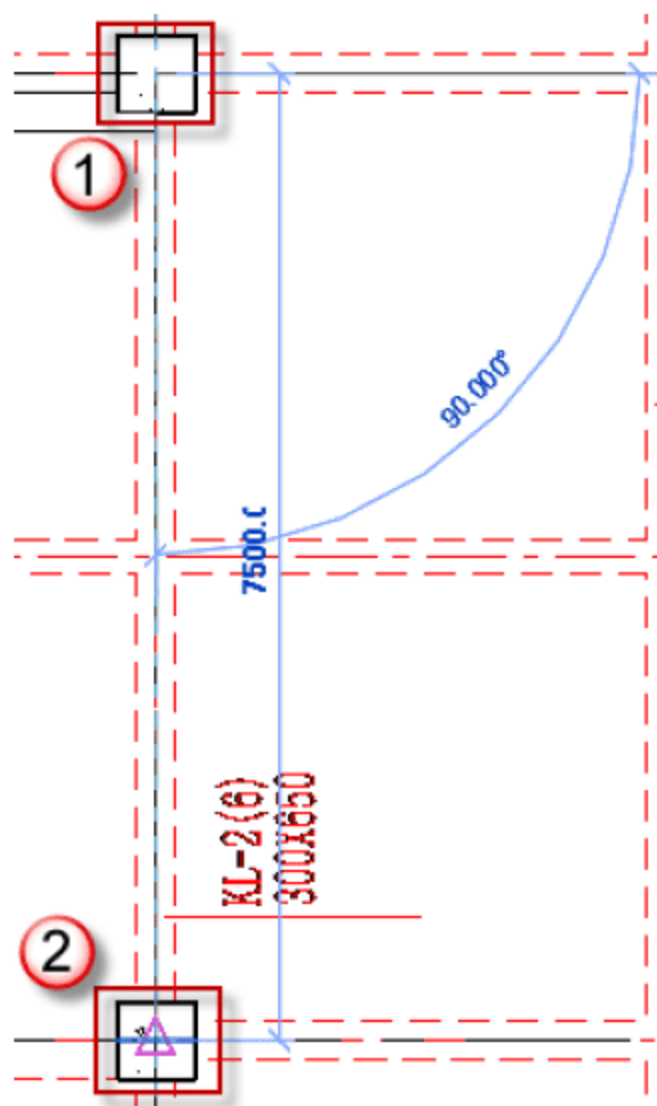

图 4.2.31 绘制 KL-2
- (6) 绘制矩形框架梁 KL-2，按快捷键 B+M，放置平面为“标高 2”平面视图，先单击起始柱的中心为起点，后单击终止柱的中心为终点，如图 4.2.31 所示。